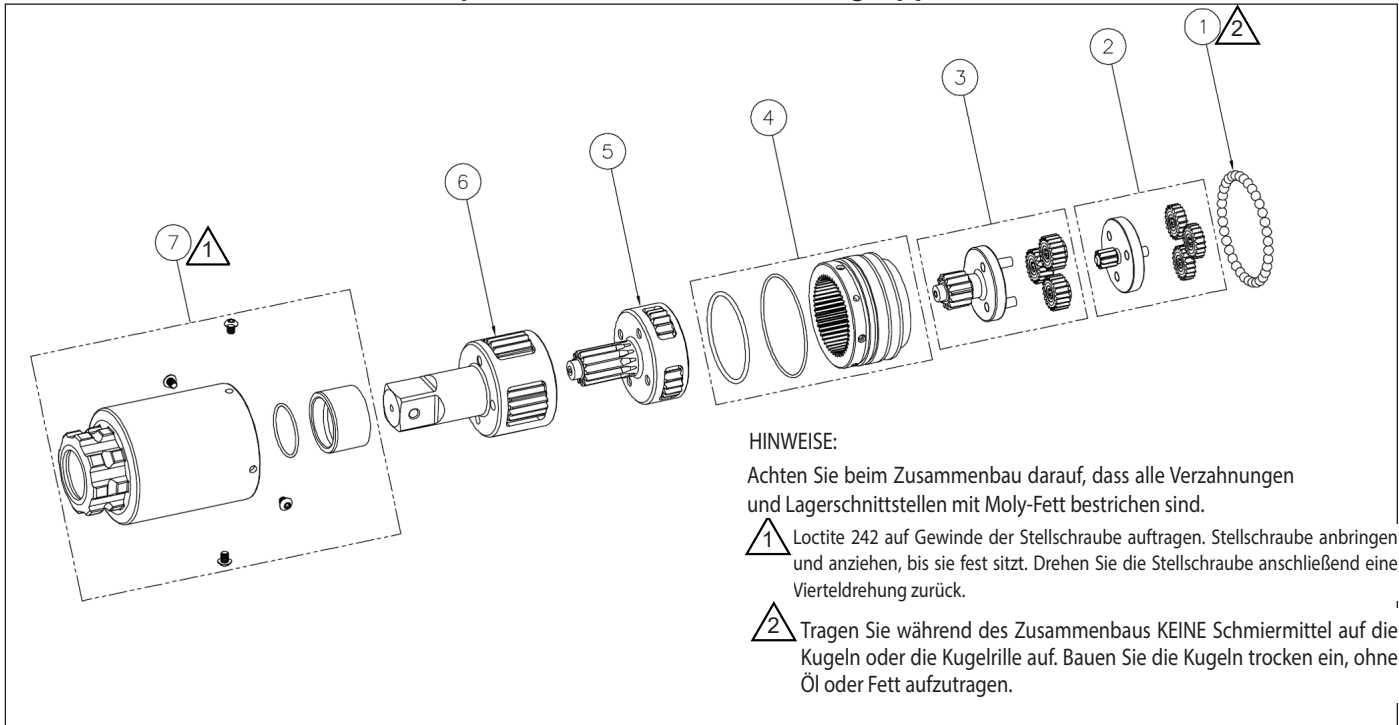

Abbildung 9: TW2000SR Getriebe-Baugruppe
9.5.1 Tabelle der Teile (Abbildung 9)